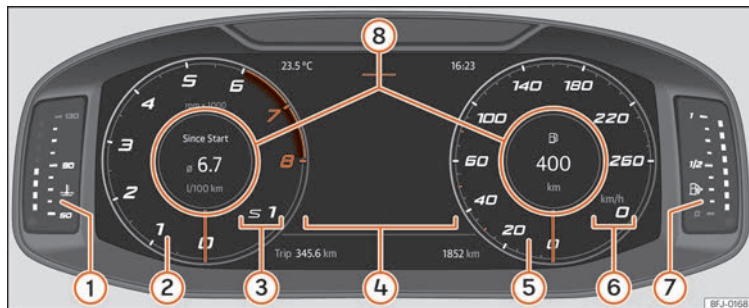

Abb. 68 SEAT Digital Cockpit in der Schalttafel (klassische Ansicht).
In der **klassischen** und in der **Navigations-**Ansicht können die angezeigten Informationen in den **Informationsprofilen** » **Abb. 68** ⑧ personalisiert werden.
Die Zeiger der Umdrehungen pro Minute und der Geschwindigkeitsmesser werden über die gesamte Länge angezeigt »» **Abb. 68**.